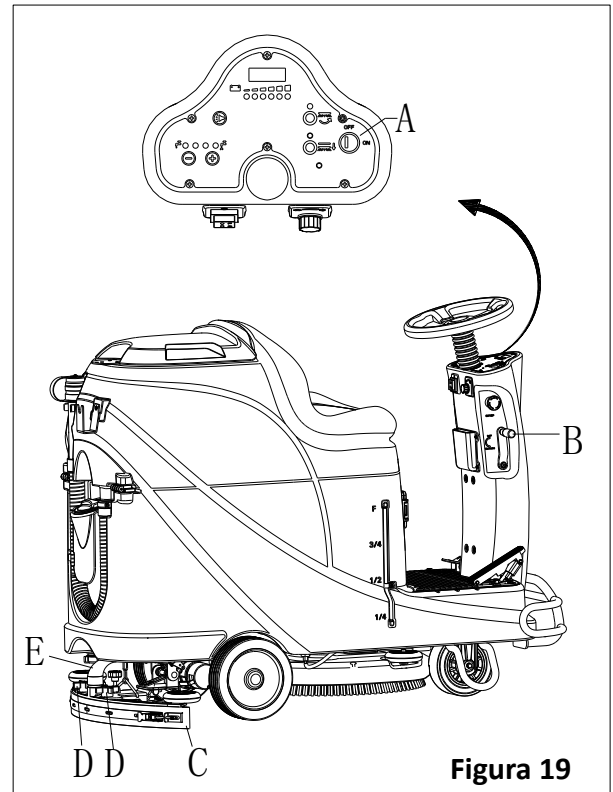
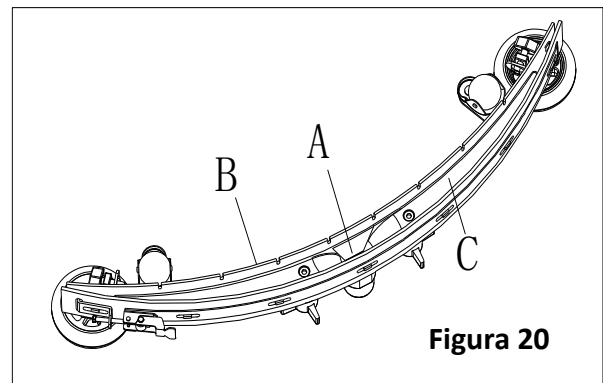

Figura 19
Figura 20
2. Defina o interruptor de chave (A, Figura 19) para "OFF".
3. Baixe o squeegee (B) com a alavanca (C).
4. Desaperte os botões (D) e remova o squeegee.
5. Desencaixe a mangueira de vácuo (E) do squeegee.
6. Limpe o squeegee de aço ou alumínio, especialmente os compartimentos (A, Figura 20) e os buracos (B). Verifique a integridade, cortes e desgastes da lâmina frontal (B) e traseira (C); se necessário, substitua-as de acordo com os procedimentos do parágrafo seguinte.